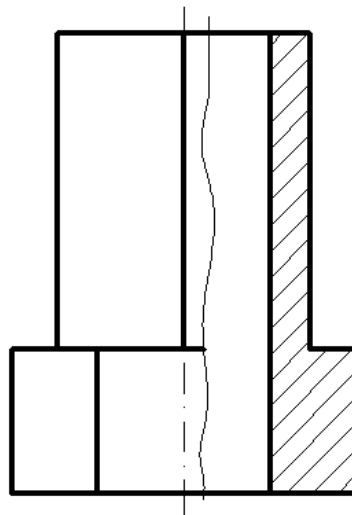

Рис. 30. Этап 5.
5.1. Простой профильный разрез выполнить по аналогии с простым фронтальным разрезом (этап 4) с соблюдением проекционной связи с главным видом. Так как по оси симметрии вида проходит ребро призмы, следует соединить часть вида с частью разреза (рис. 30).